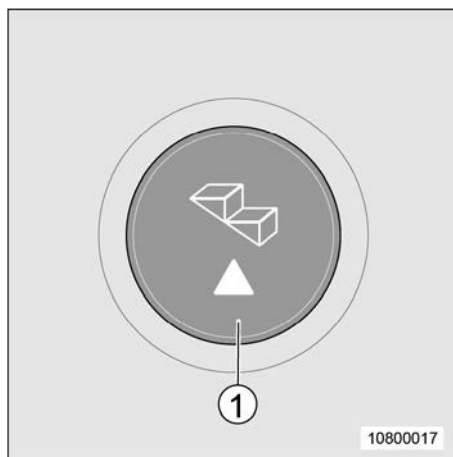

Fig. 14 Commutateur sur le modèle T
1. Appuyer sur le bouton-poussoir (Fig. 14/1) et le marche-pied rentre complètement.